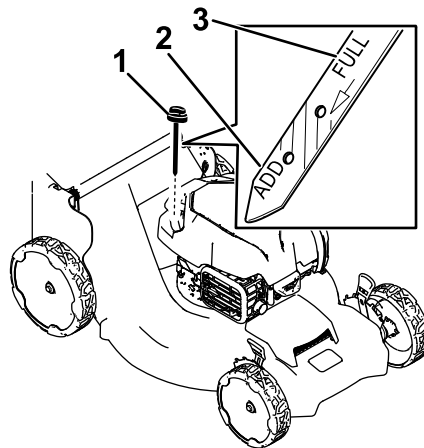

Figura 23
3. Girate il tappo in senso antiorario ed estraete l'asta di livello (Figura 23).
4. Inclinate la macchina sul fianco (di modo che il filtro dell'aria si trovi in alto) per scaricare l'olio usato attraverso il tubo di riempimento (Figura 23).